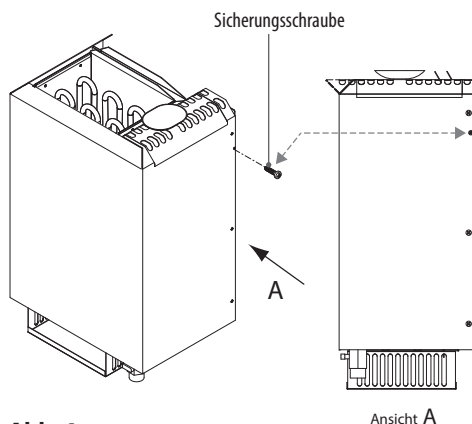

Abb. 4
4. Den Saunaofen durch Anziehen der Sicherungsschraube sichern (Abb. 4).